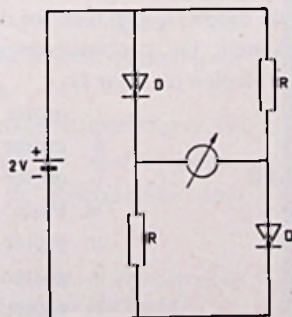

Fig. 6
2. In een brugschakeling volgens fig. 6 zijn twee gelijke weerstanden R en twee gelijke dioden D opgenomen. De